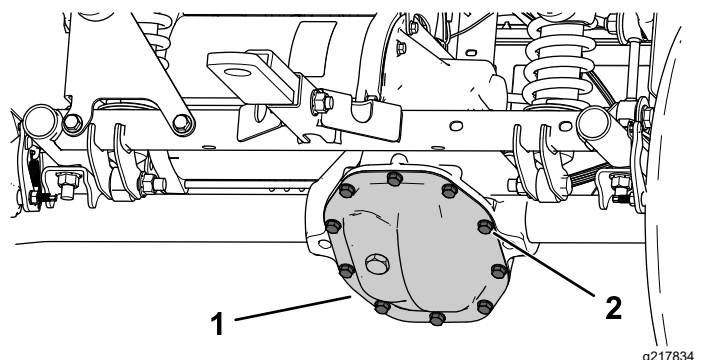

Bild 49
1. Stellen Sie eine Auffangwanne unter die Getriebeabdeckung (**Bild 49**).
2. Entfernen Sie die Schrauben von der Getriebeabdeckung und lassen Sie die Flüssigkeit ganz ab (Bild 49).